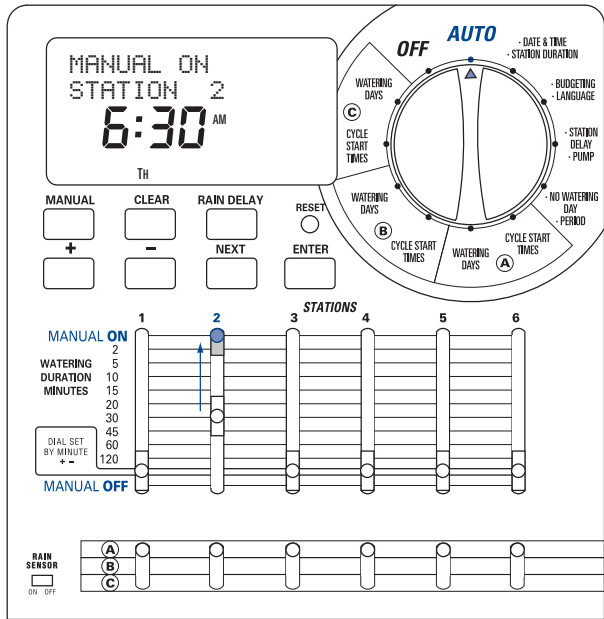

Figura 15: Irrigazione manuale impostata su una stazione
2. Per attivare la stazione, spostare l'**interruttore mobile Watering Duration (Durata irrigazione)** in posizione **MANUAL ON**. (Modalità manuale attivata), ossia in posizione completamente sollevata. Il display visualizza il messaggio **MANUAL ON** (Modalità manuale attivata) e il numero della stazione attivata [Vedere la Figura 15]